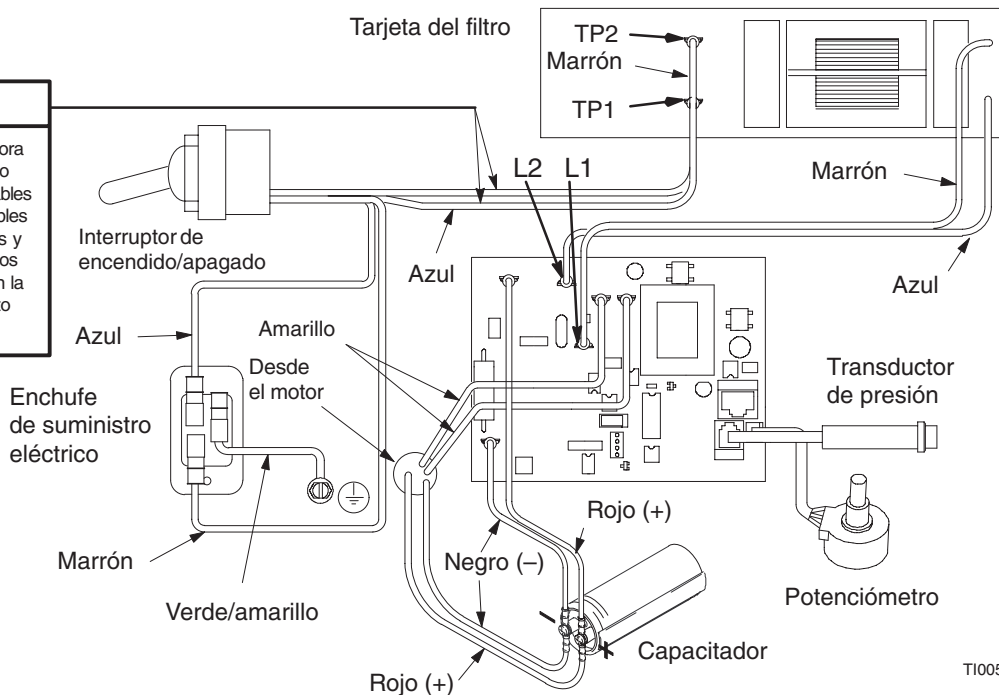

Fig. 8
2. Fig. 8. Retire los cuatro tornillos (18) y la tapa del dispositivo de control de la presión (39).
3. Desconecte los cuatro cables (A) del interruptor de ENCENDIDO/APAGADO (23).
4. Retire la funda (25) y el anillo de bloqueo (24). Retire el interruptor de ENCENDIDO/APAGADO (23).
3. Conectar a la tarjeta de circuito impreso de control del motor (35):
- Cable (E) al transductor.
- Cable (D) al potenciómetro.
- Tarjeta de circuito impresa del filtro (X) (no para los pulverizadores 120 VCA).
4. Sujete todos los cables sueltos de forma que no toquen la bobina inductora de la tarjeta de circuito impreso del filtro (no para los pulverizadores 120 VCA). Vea la **PRECAUCIÓN** del **Diagrama de cableado**, Fig. 8 ó 9.
5. Instale la cubierta (39) con los cuatro tornillos (18).